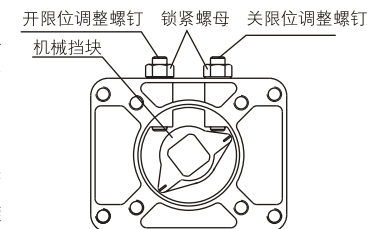

图8
4、机械限位挡块的调整（图8、9）
- ①用手柄驱动阀门至全关位置并使全关位置限位开关（CLS）动作（限位开关动作时会发出“咔嚓”声）。
- ②松开右侧的锁紧螺母，用内六角扳手顺时针方向旋转关限位调整螺钉并使调整螺钉与机械限位挡块刚好相抵，然后逆时针方向将调整螺钉往回旋转半圈，使全关位置处机械限位滞后电气限位约2.5°的角距离，锁定锁紧螺母。
- ③用同样的方法进行左侧全开限位调整。